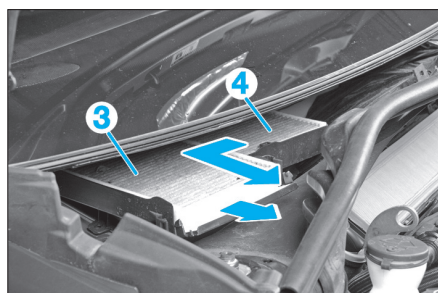

Fig. 3
• Extraire en premier lieu le filtre (3), puis le filtre (4), suivant le cheminement indiqué (Fig.3).